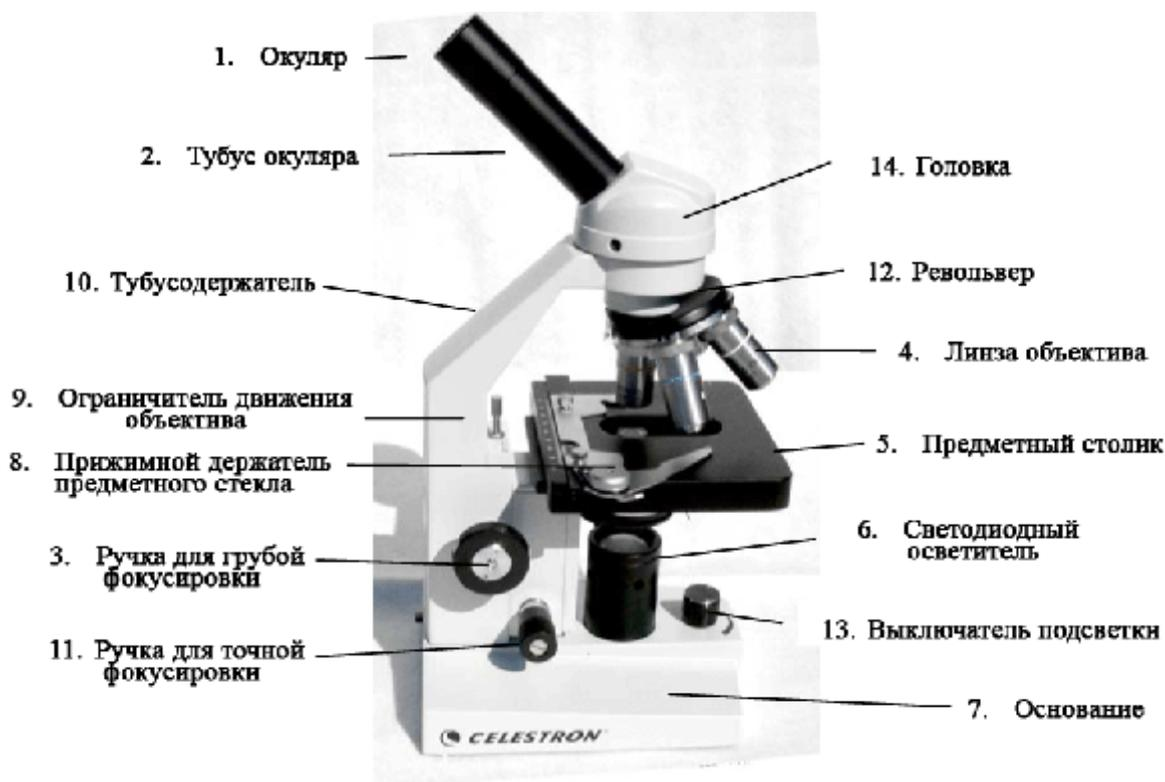

Рисунок 4
Рисунок 4а
Рисунок 4б
Рисунок 4в
2. ввинтите тубус светодиодного осветителя против часовой стрелки до упора в основание микроскопа (см. рис. 4а, 4б);
4. после установки батареек поверните выключатель (13) в положение включено («on»);
5. убедитесь, что переключатель на тыльной стороне основания микроскопа находится в положении «Батарея» («Btry») (см. рис. 4в).
Рисунок 4г
Рисунок 4д
Рисунок 4е
2. отверткой с малым жалом отвинтить четыре винта резиновых ножек на дне основания и снять дно микроскопа (см. рис. 4г);
3. отвинтить два блестящих винта, удерживающих батарейный отсек (см. рис. 4д);
5. установить в отсек три батарейки AA, соблюдая полярность по меткам "+" и "-" (см. рис. 4е);
Ваш микроскоп снабжен механическим предметным столиком с зажимами и направленными ручками (см. рис. 4ж и рис. 4з). Шкалы на обоих верньерах позволяют точно и воспроизводимо отмечать положение объекта в поле зрения, что позволяет вернуться к предыдущему положению образца.
3. Используйте ручки для перемещения столика (см. рис. 4з) для подачи образца в центр отверстия столика (5).
Рисунок 4ж
Рисунок 4з
Образцы разного размера, толщины и цвета требуют разных уровней освещенности. Существуют три способа изменения количества света при просмотре образцов: настройкой яркости регулятором «вкл./выкл» (13), настройкой конденсора Аббе (рис. 4ж) и регулировкой ирисовой диафрагмы (рис. 4з).
1. При просмотре непрозрачных или темных образцов, Вы можете увеличить количество освещения для повышения разрешения некоторых областей или деталей. Лучше всего это получается увеличением яркости светодиодного осветителя, вращая регулятор яркости (13) в сторону большей яркости.